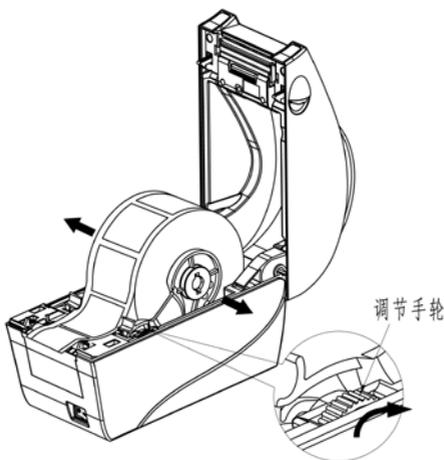

图 2.4.4
- 4) 适当转动调节手轮, 使纸支架略宽于纸卷宽度, 防止纸卷受力(见图 2.4.4)。